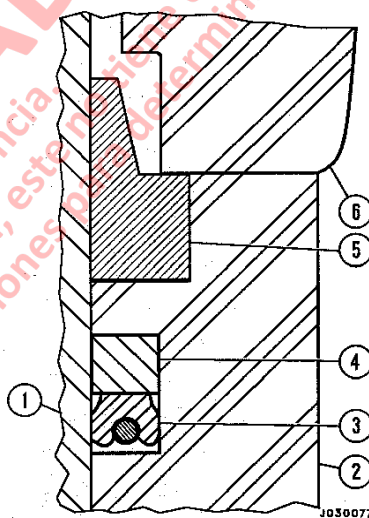

FIGURA 3-6. MONTAJE DEL SELLO DEL CUERPO DE LA VALVULA
1. Monte primero el sello poly-pak (3, Figura 3-6) en la ranura del sello. Coloque el sello en la ranura de modo que el anillo de goma interno, que está dentro del sello poly-pak quede mirando hacia abajo hacia el fondo de la válvula.